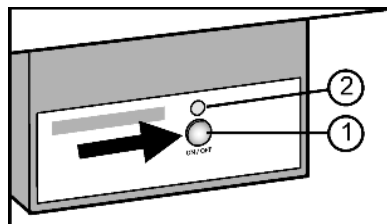

Fig. 16
- ▶ Appuyer sur la touche On/Off Fig. 16 (2) afin que la DEL Fig. 16 (2) s'allume.